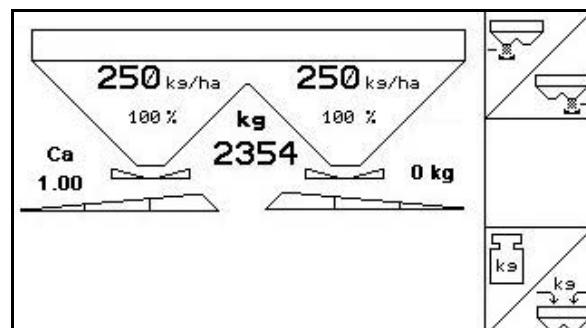

Fig. 25
- Start onlinekalibreringen i arbeidsmenyen (Fig. 25) når spredningen begynner.